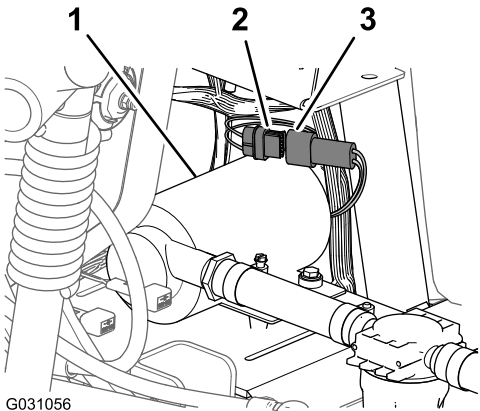

Figura 238
1. Conecte el conector de 6 pines del arnés de cables de la bomba de enjuague al conector hembra de 6 vías del arnés principal trasero (Figura 238).